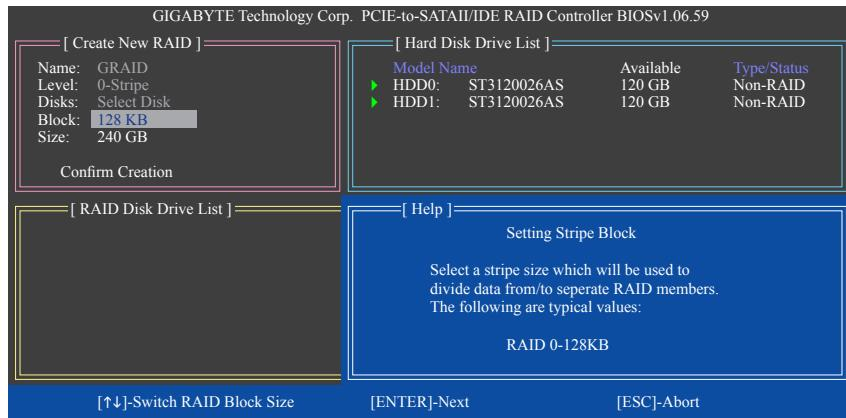

図 6
4. **Set Block Size (RAID 0 only)**: Block項目の下で、上または下矢印キーを使用してストライプブロックサイズを4 KB～128 KBの範囲で選択します(図6)。<Enter>を押します。